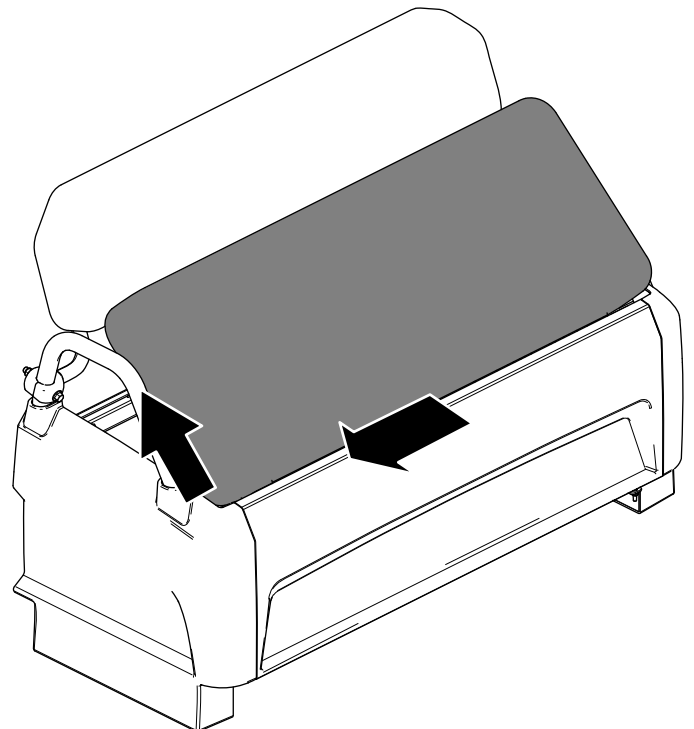

Bild 33
2. Schieben Sie das Kissen zur Seite aus den Stiften und heben Sie das Kissen an (Bild 33).